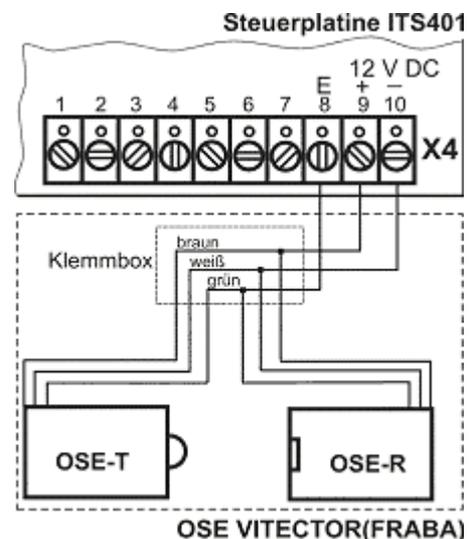

Abb. 11: Anschluss Opto-elektronische Schaltleiste
- Die Spannungsversorgung der OSE VITECTOR/FRABA mit Klemme 9 (+) und Klemme 10 (-) der Klemmleiste X4 verbinden (Abb. 11).